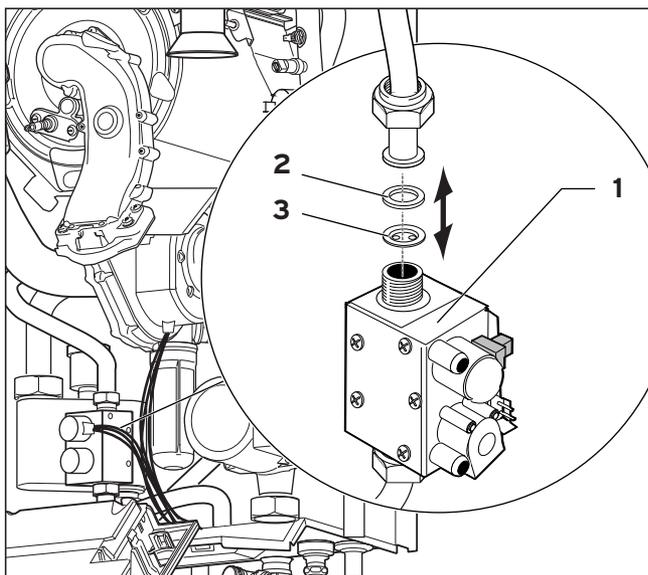

Abb. 8.5 Gasarmatur
- **Entnehmen Sie die Blende (3, Abb. 8.5).**